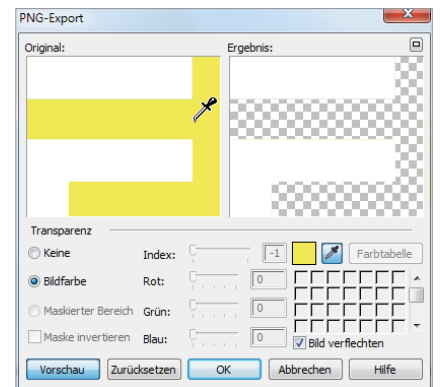

Abb. 10-49: Wahl der transparenten Farbe beim Speichern
- Exportieren als transparentes Bild: Speicherformat *GIF* oder *PNG*, dabei die Ebene *Original* ausschalten ► M DATEI | EXPORTIEREN ►► Die Meldung *Objekte werden in der exportierten Datei mit dem Hintergrund zusammengeführt* erscheint ► Die Farbe wählen, die beim Speichern durch transparente Pixel ersetzt werden soll: mit der Pipette das *GELB* im Bildhintergrund des linken Fensters wählen (Abb. 10-49).